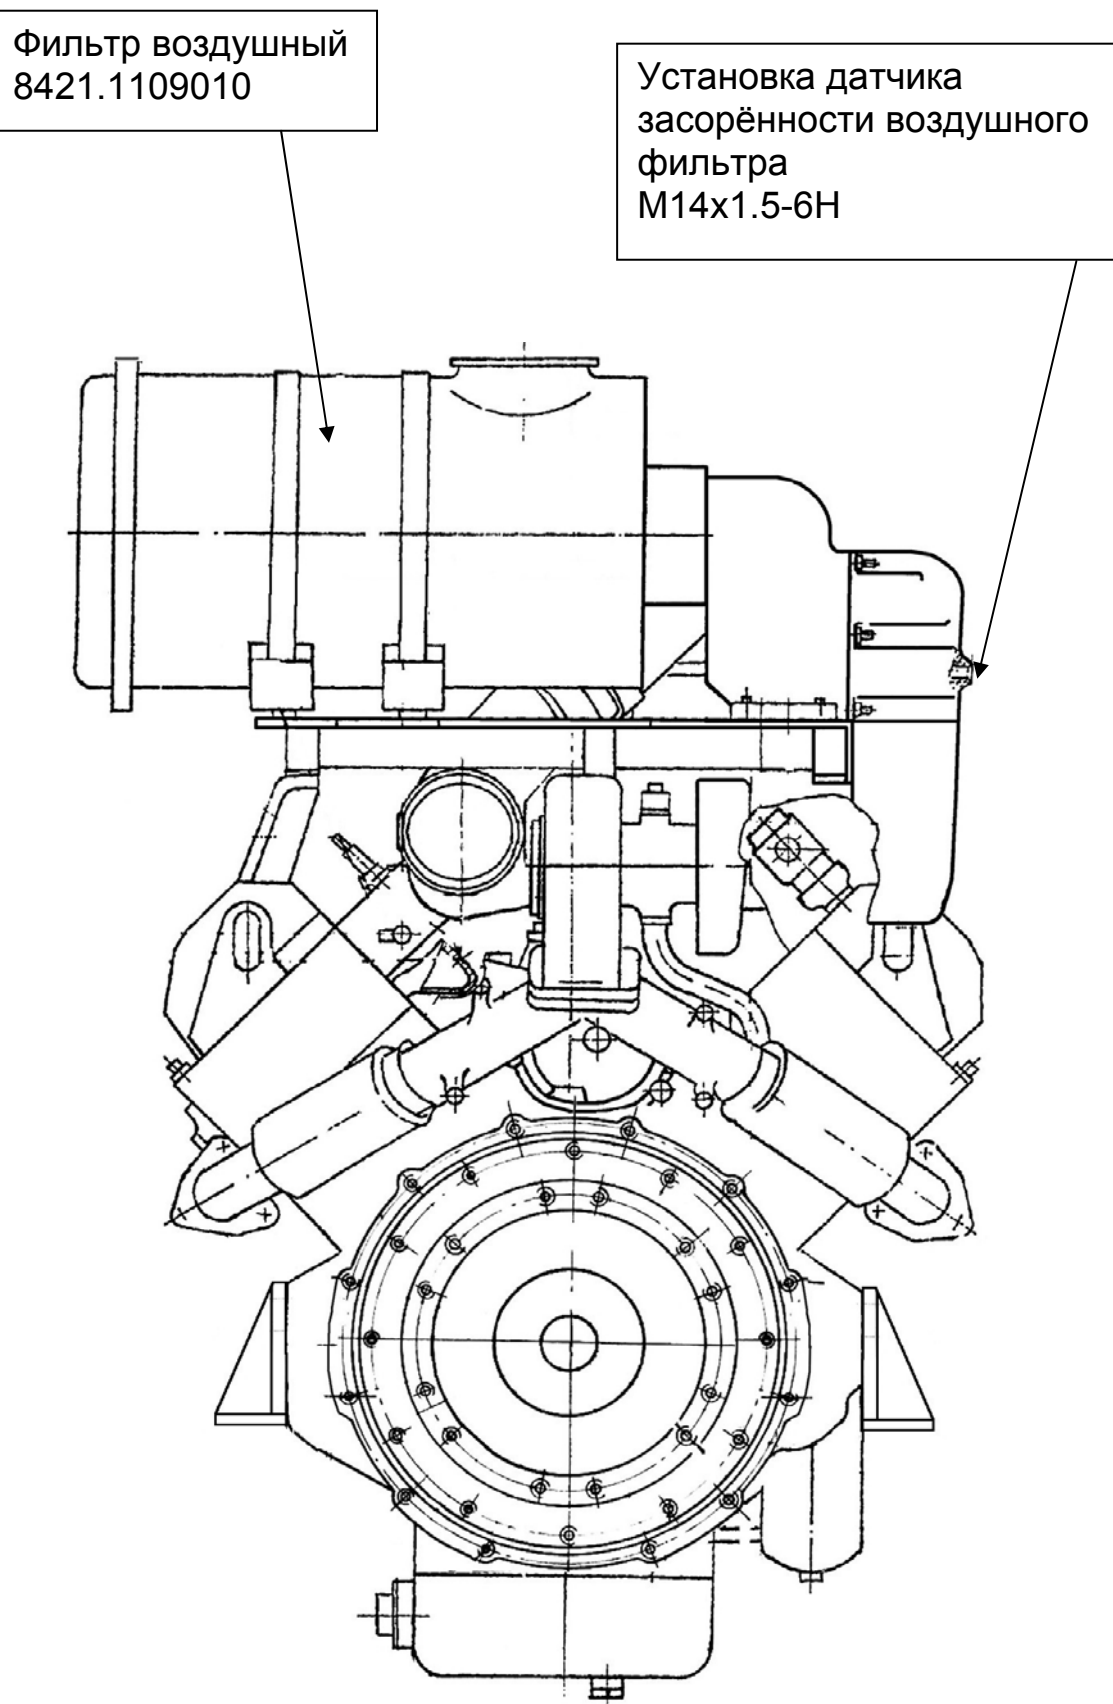

Рисунок 12 – Вид на двигатель со стороны маховика
20) Устанавливаем воздушный фильтр (см. Рисунок 12).